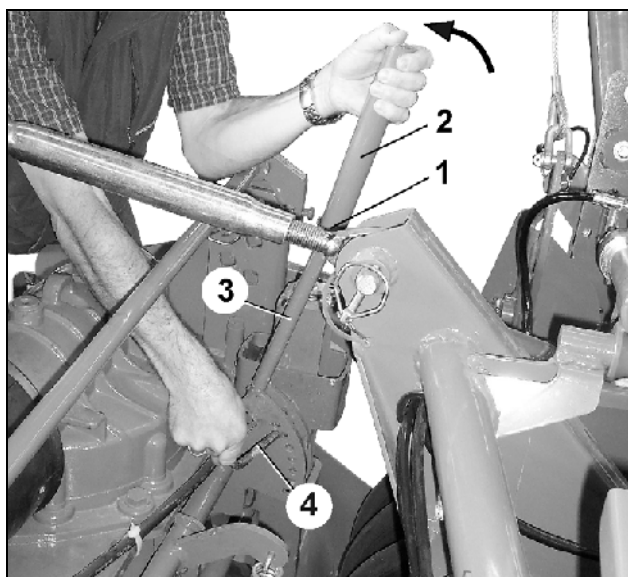

Fig. 105
- Løsne låsesplinten (Fig. 105/1)
- Trekk spakforlengelsen (Fig. 105/2) av spaken (Fig. 105/3)
- Drei spakforlengelsen og fest den med låsestift på spaken (Fig. 105).
- Still inn ønsket arbeidshøyde for planeringsbjelken ved å sette boltene (Fig. 105/4) i tilsvarende boring i hullrekken.